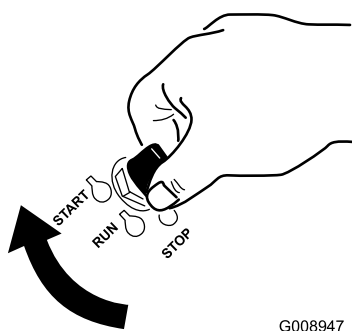

Figura 15
1. Rode a chave da ignição para a posição Ligar (Figura 15). Quando o motor arrancar, solte a chave.